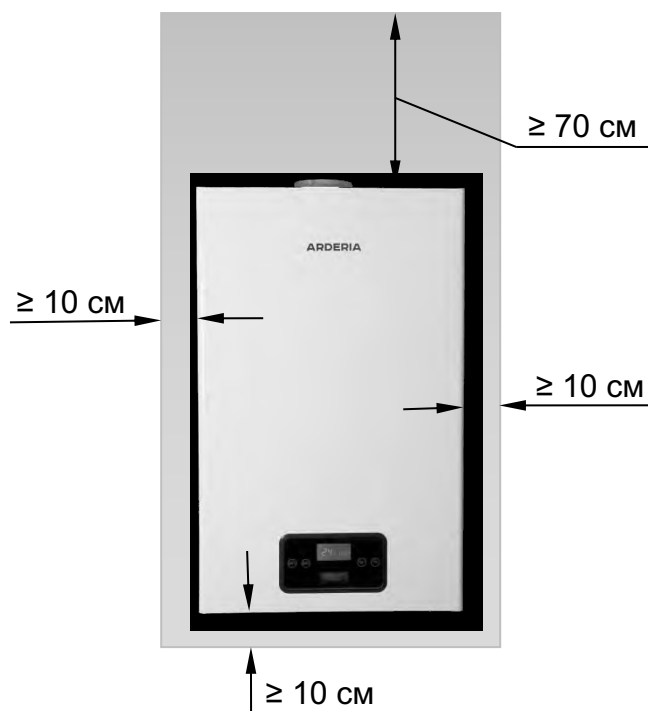

Рис. 13
- При монтаже котла на стену из трудносгораемых и сгораемых (слабогорючих и горючих) материалов, стена **должна быть** изолирована несгораемыми материалами (например: кровельной сталью по листу асбеста толщиной не менее 3 мм. или известковой штукатуркой толщиной не менее 10 мм) или экранами заводского изготовления. Указанное покрытие **должно выступать** за габариты корпуса котла не менее, чем на 10 см. и на 70 см. сверху (См. Рис. 13). При невозможности выдержать расстояние в 70 см. сверху, а так же при монтаже горизонтальной системы дымоудаления, **допускается** уменьшить его в многоквартирных жилых домах до 50 см., в квартирах многоквартирных домов до 10 см.